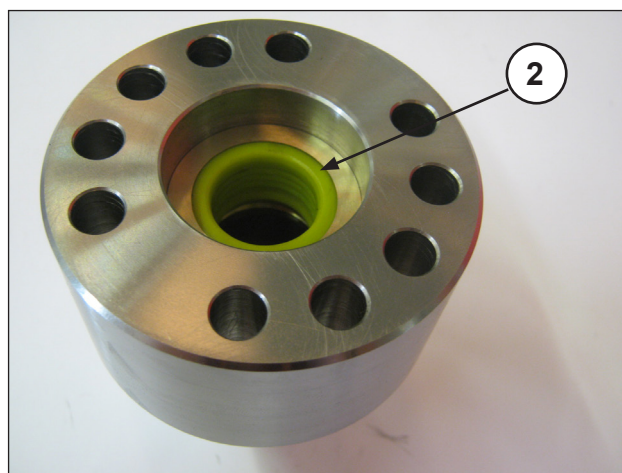
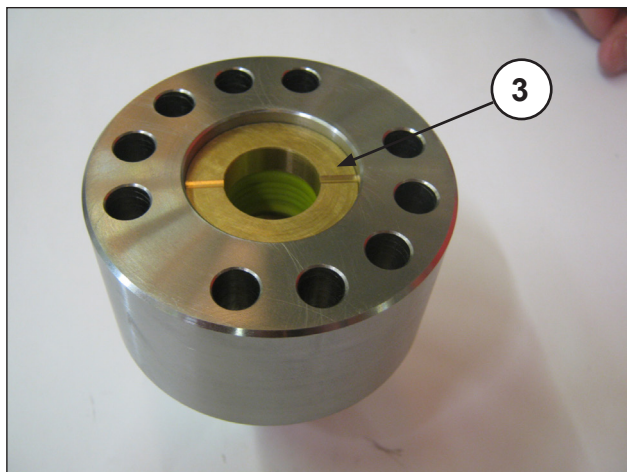
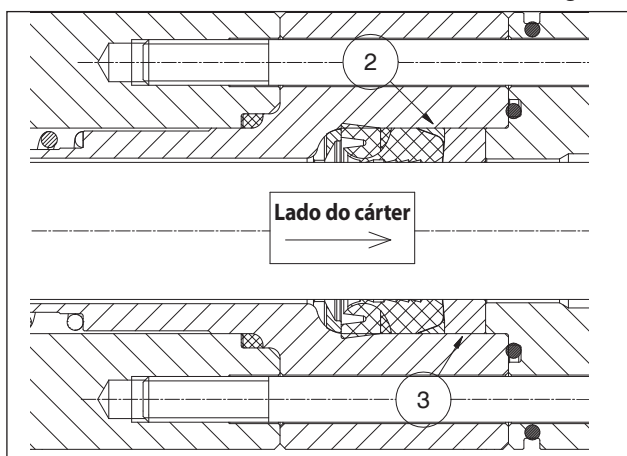

Fig. 136
Fig. 137
Fig. 138
- Introduza o anel anti-extrusão ② e o casquilho das juntas de estanqueidade ③ posicionados conforme as Fig. 136, Fig. 137, Fig. 138.
O casquilho das juntas de estanqueidade ③ deve ser introduzido no suporte com as descargas voltadas para o exterior (lado do cárter), conforme indicado na Fig. 137 e na Fig. 138.